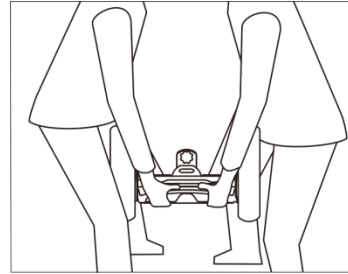

Figure 42 : Soulèvement par deux personnes
3. Si le cadre principal est trop lourd à déplacer par vous-même, demandez de l'aide [voir Figure 42].